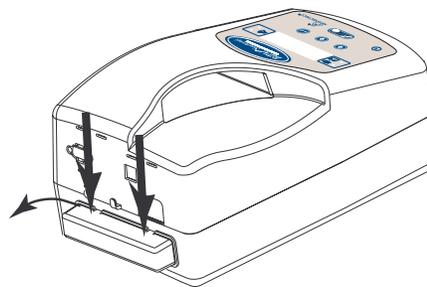

Abb. 7-1 Entfernen der Abdeckung des Luftfilters
Schritt 2 Die Filterabdeckung wie in Abbildung 7-1 gezeigt entfernen, indem auf die Oberseite der Abdeckung gedrückt wird, um die Zungen freizugeben, dann die Abdeckung vom Gehäuse des Geräts weg drehen.